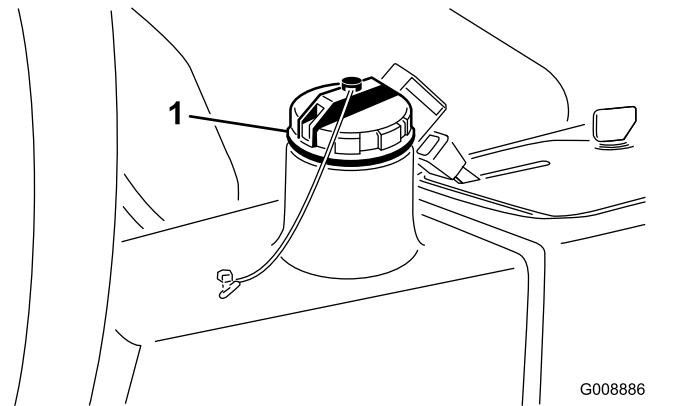

图 80
4. 向液压油箱 (图 80) 注入约 13.2L 液压油请参阅检查液压系统 (页码 22)。